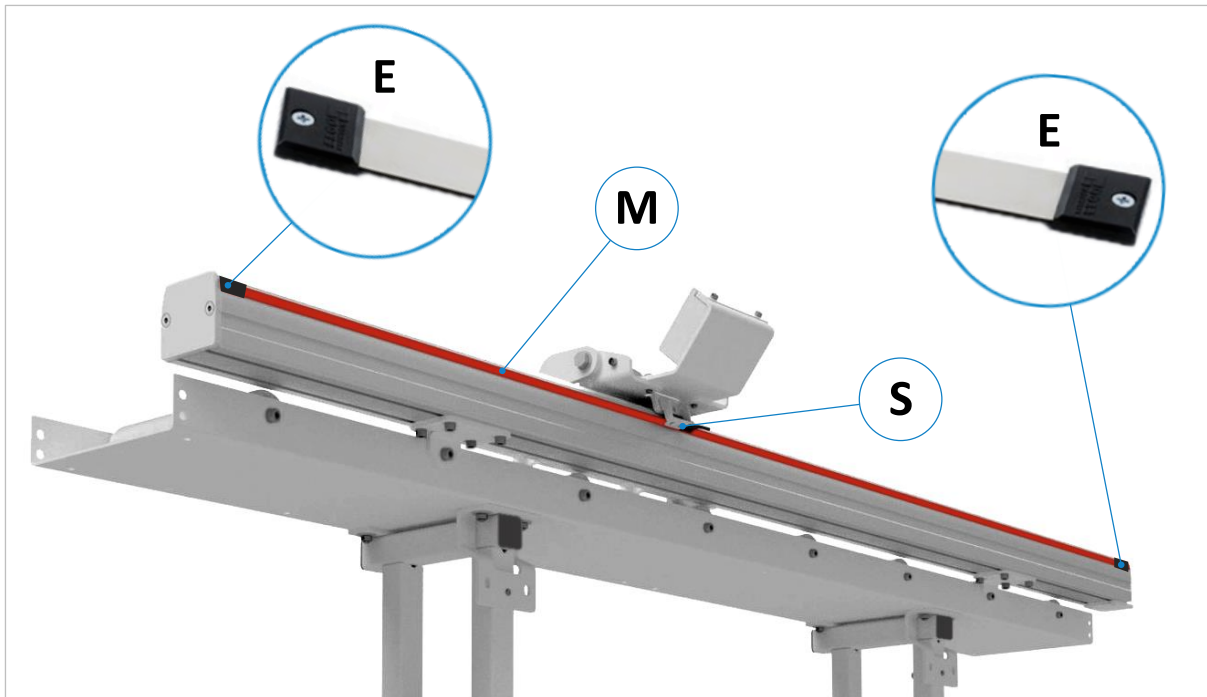

Abbildung 8: Magnetband bei EXAKT P/E montieren
**Wichtig: Das Magnetband muss, beginnend von der Bearbeitungsmaschine aus, in die Nut auf der Rückseite des Führungsprofils eingeklebt werden (siehe ⇒ Abbildung 8).**